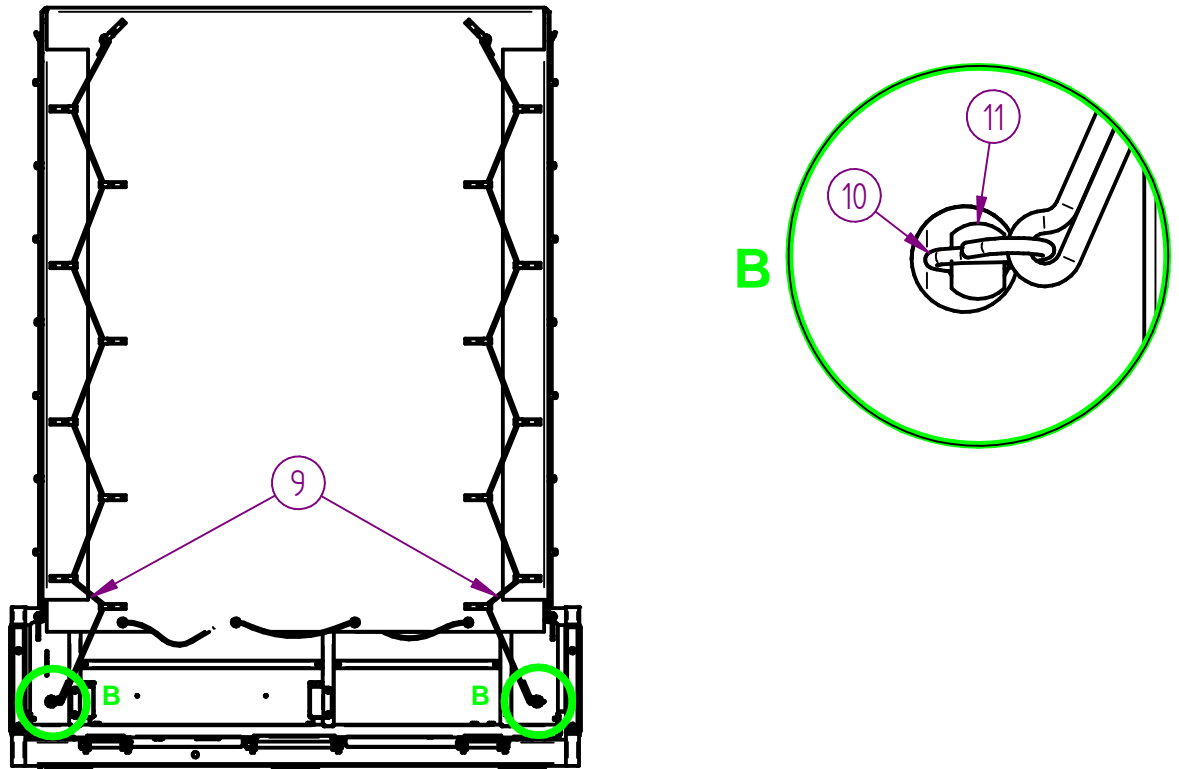

Bild 5
14. Schleuderverschluss hinten [9] wie dargestellt (Bild 5) schließen und den S-Haken [10] an der Augenschraube [11] einhängen.